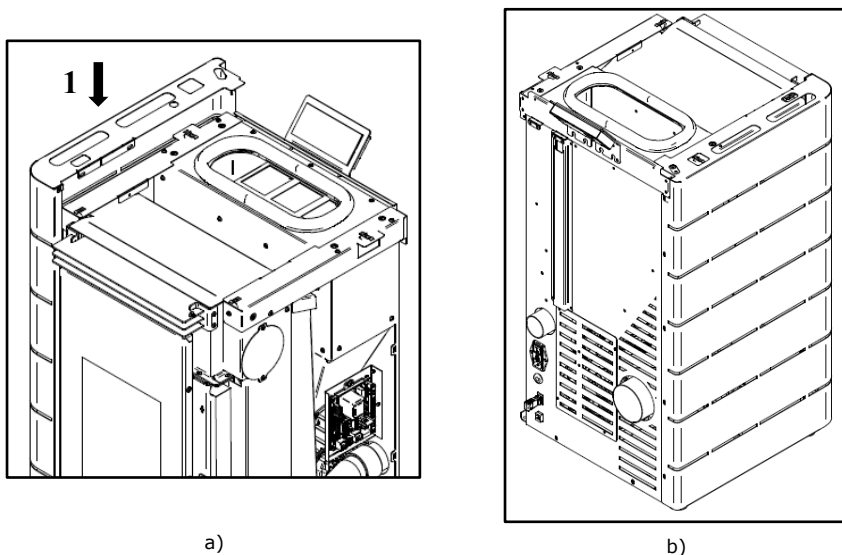

Figura 58 - Fixação laterais das envoltentes
c) Posteriormente encaixar a envoltente lateral no sentido descendente. Durante a montagem da envoltente, deve-se garantir que aba que existe na parte superior desta (1) fica sobreposta à estrutura e em simultâneo na parte posterior do equipamento à envoltente deve ficar por fora deste como demonstra a Figura 58-b.